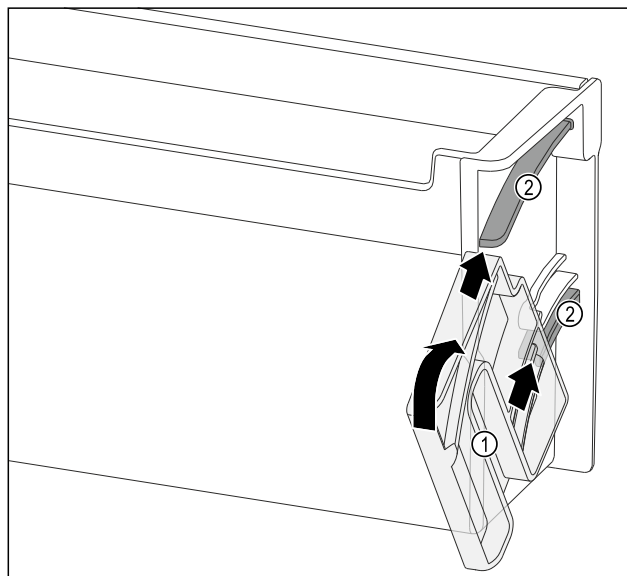

Fig. 137
- Positionner l'unité de rotation Fig. 137 (1) de manière à placer les évidements exactement en face des canaux de guidage Fig. 137 (2) du balconnet de contre-porte.
- Tourner l'unité de rotation Fig. 137 (1) dans le sens indiqué.